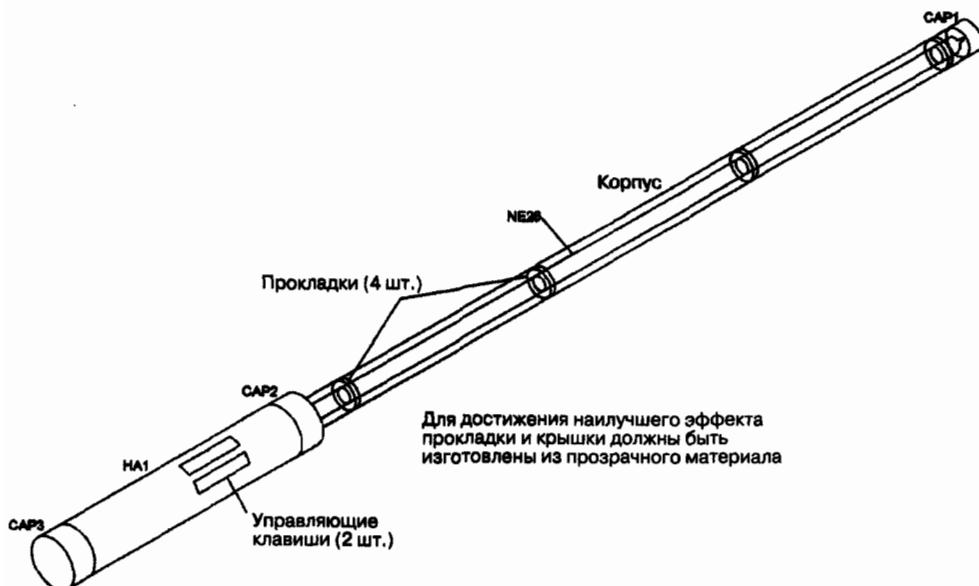

Рис. 21.7. Вид готового плазменного меча
10. Соберите все устройство, как показано на рис. 21.7, наденьте все крышки, приклейте ярлыки. А теперь развлекайтесь, и да пребудет с вами великая сила Маклауда Дунканна. Побудьте немного ребенком и помашите световым мечом, но только осторожно – он стеклянный.